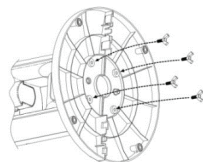

Рис. 3
- Закрепите основание, используя комплект крепежа (рис. 3).
- Убедитесь, что основание (1) надёжно закреплено.